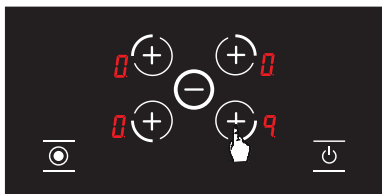

Рисунок 12
2. Установите уровень приготовления соответствующей конфорки на **9**. (см. Рис. 12)